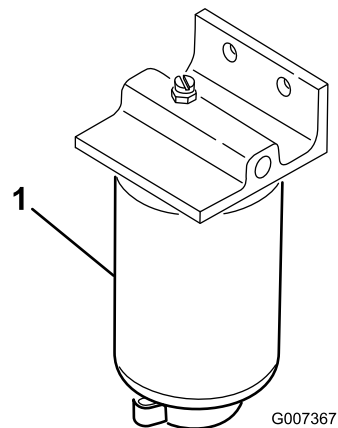

図 38
1. 燃料フィルタの下に汚れのない容器をおく 図 38。
2. フィルタの取り付け部周辺をウェスできれいにぬぐう **図 38**。